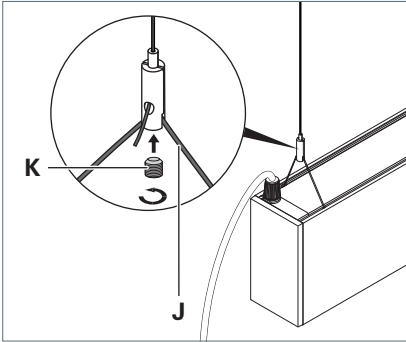

Fig. 5: Leuchte an Drahtseilhalter befestigen.
- ▶ Schieben Sie das Drahtseil **J** der Leuchte in den Drahtseilhalter, siehe Fig. 5.